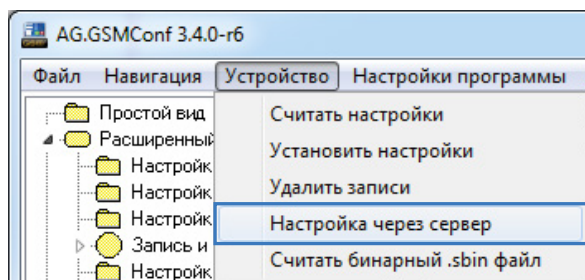

Рис.2. Вызов меню «Настройка через сервер».
- запустите программу и перейдите в меню «Устройство», затем выберите «Настройка через сервер» (Рис.2);